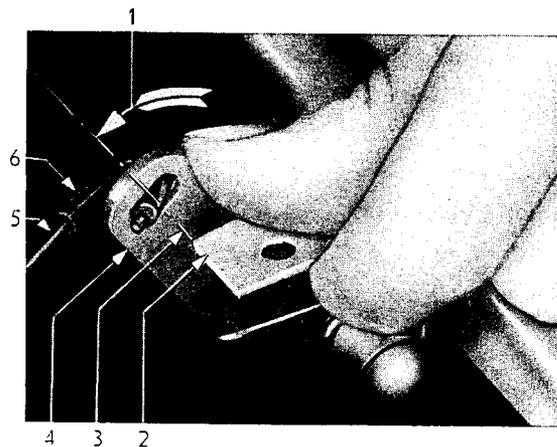

Bild 179 - Sitzverstellhebel nicht zu weit nach unten drücken
- a) Zugstange (180/2) zuerst auf rechter Seite aushängen, **hierbei darf Sitzverstellhebel (179/4) nicht weiter nach unten gedrückt werden**, als dies in Bild 179 gezeigt ist (179/1), **da sonst die Feder (181/7) für den Hebel an Spannung verliert**.
3. Zugstange zuerst in linken Sitzverstellhebel, dann in rechten Sitzverstellhebel einhängen, wobei zu beachten ist, daß der **Sitzverstellhebel nicht weiter nach unten gedrückt werden darf, als dies in Bild 179 gezeigt ist, da sonst die Feder für den Hebel an Spannung verliert und der Hebel den Sitz nicht mehr halten kann.**